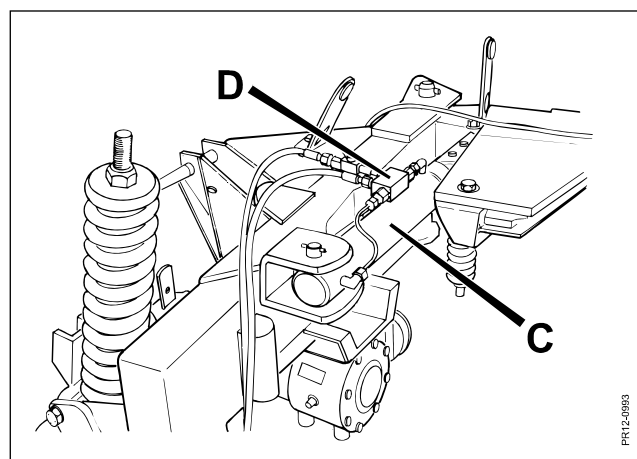

Fig. 3-4
- Fig.3-4 Svängcylindern **C** "låses" i transportläge, genom att stänga kulventilen **D**.